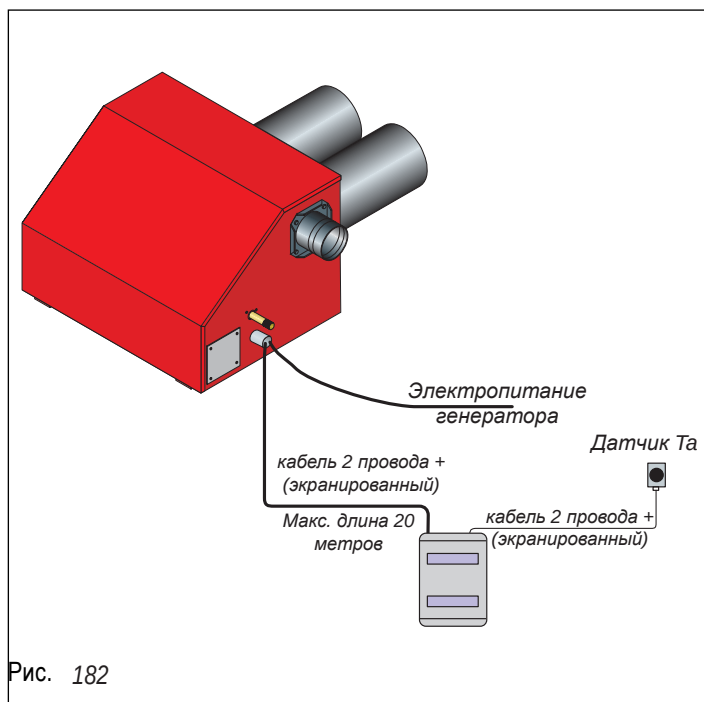

Рис. 182
1) Выполнить соединение щита управления "GQK" со щитом генератора кабелем с 12 проводами + экран (мин. сеч. 1,5 мм²), как показано на рис. 182.
Расстояние между главным щитом управления SCP200GEN и щитом, установленным на самом дальнем генераторе, не должно превышать 500 м. При соединении щита и генератора соблюдать схему на рис. 184. Особое внимание обратить на соблюдение полярности; избегать перекрещивания кабелей между собой, отделяя последовательное соединение от соединений, подающих напряжение на генераторы. Выполнить электрические соединения таким образом, чтобы ни один проводник не проходил над щитом SCP200GEN. Использовать только единичные электрические кабели и подсоединять их отдельно к каждому потребителю на периферийном щите с использованием кабелепроводников, соседних с выдвижными разъемами. После выполнения соединения периферийного щита с главным щитом управления SCP200GEN обозначить адрес устройства, используя двухуровневый вращающийся переключатель SW1 (десятки) и SW2 (единицы), имеющийся на каждом щите, см. рис. 182, при этом недопустимо наделение одним и тем же адресом двух или более щитов SCP200GEN, т.к. возникнет конфликтная ситуация в сети, что приведет к полной блокировке последовательного соединения.